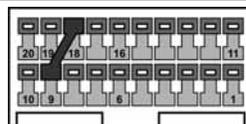

Рис. 4 Разъем иммобилайзера
- б. Убедитесь, что при отсутствии иммобилайзера существует перемычка между 9 и 18 клеммами разъема (см. Рис. 4).